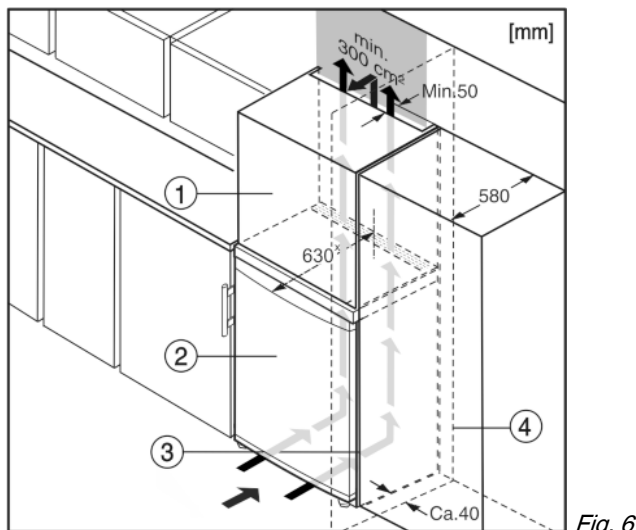

Fig. 6
Устройство может быть окружено предметами кухонной обстановки. Чтобы уравнять устройство Fig. 6 (2) по высоте с кухонной стенкой, можно установить над устройством соответствующий дополнительный шкафчик Fig. 6 (1).
При комбинировании с кухонными шкафами (глубина макс. 580 мм) устройство можно установить непосредственно рядом с кухонным шкафом Fig. 6 (3). Устройство выступает сбоку на 34 ммx и по центру на 50 ммx относительно передней стенки кухонного шкафа.
Если устройство установлено на шарнирах у стены Fig. 6 (4), то расстояние между устройством и стеной должно быть не менее 40 мм. Настолько выступает ручка при открытой дверце.